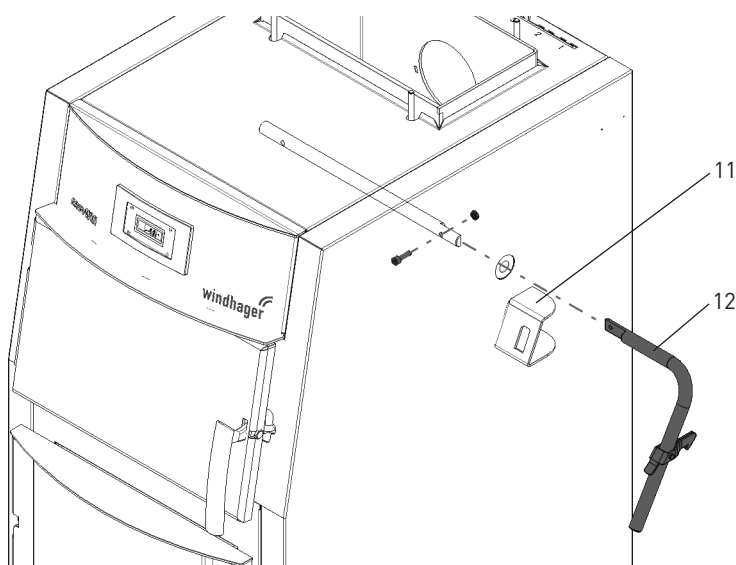

Fig. 15 Montaggio leva riscaldamento
- Leva per riscaldamento (parte 12): montaggio – Fig. 15.